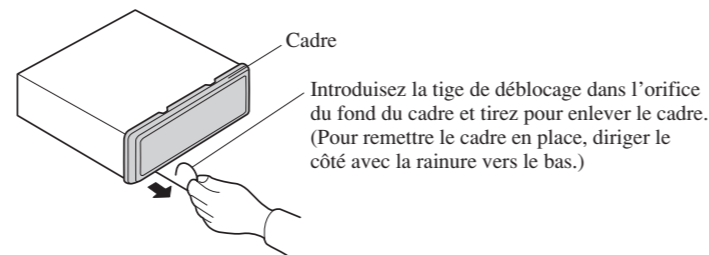

Fig. 10
**1. Enlever le cadre. (Fig. 10)**